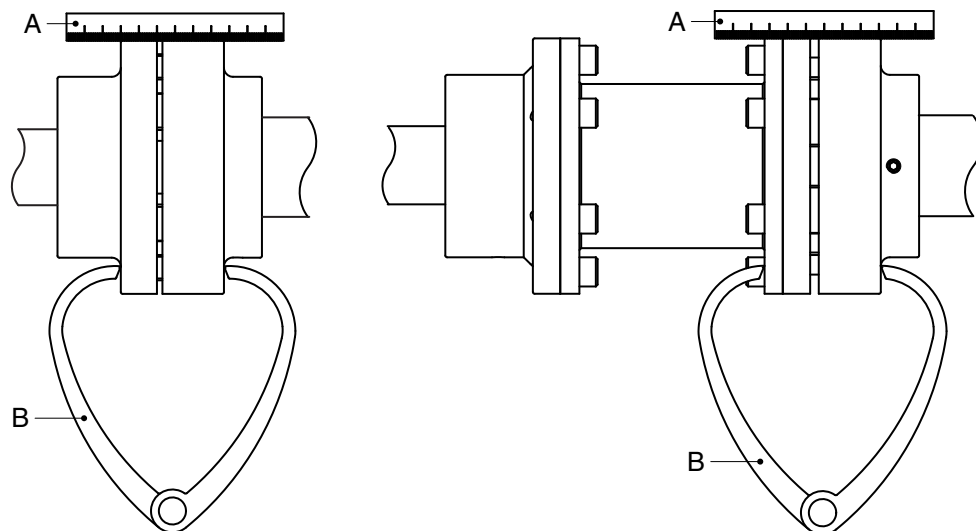

Рисунок 4: Совмещение муфты при помощи линейки и пары кронциркулей
- 1 Поместите линейку (А) на муфту. Вставьте или снимите столько медных шайб, сколько необходимо, чтобы установить электродвигатель на нужную высоту таким образом, чтобы прямая кромка касалась обеих полумуфт по всей длине, см. Рисунок 4.
- 3 Еще раз проверьте совмещение при помощи пары кронциркулей (В) в двух диаметрально противоположных точках по бокам полумуфт, см. Рисунок 4.